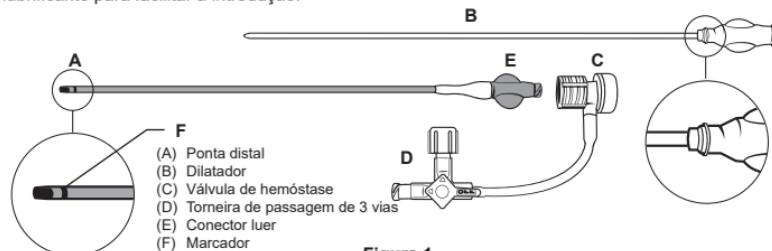
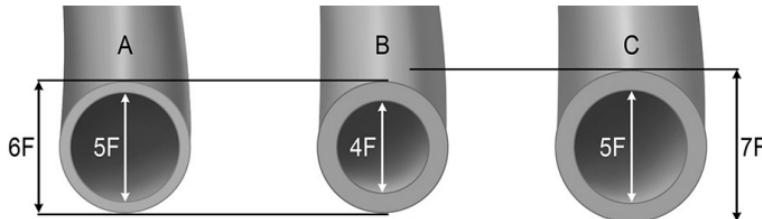

Figura 1
Figura 2: Design de paredes finas (A) de 5 French HALO ONE™ em relação a bainhas padrão de 4 French (B) e 5 French (C)
A Bainha-guia de paredes finas HALO ONE™ consiste numa bainha de paredes finas (redução de até 1 French no diâmetro externo em comparação com bainhas padrão de tamanho equivalente em French) feita a partir de uma tubagem de lúmen único entrancada, equipada com um conector luer fêmea na extremidade proximal e tem uma ponta distal atraumática formada (A) (Figura 1). O design de paredes finas reduz a espessura da parede da bainha para ajudar a facilitar o acesso intravascular das localizações, incluindo, mas sem limitação, radial, femoral, poplítea, tibial e pediosa. (Figura 2).